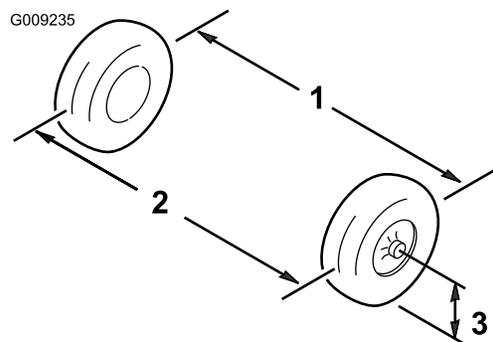

图 49
1. 以轮轴的高度为标准、分别测出两个前轮的轮前距离和轮后距离 (图 49)。